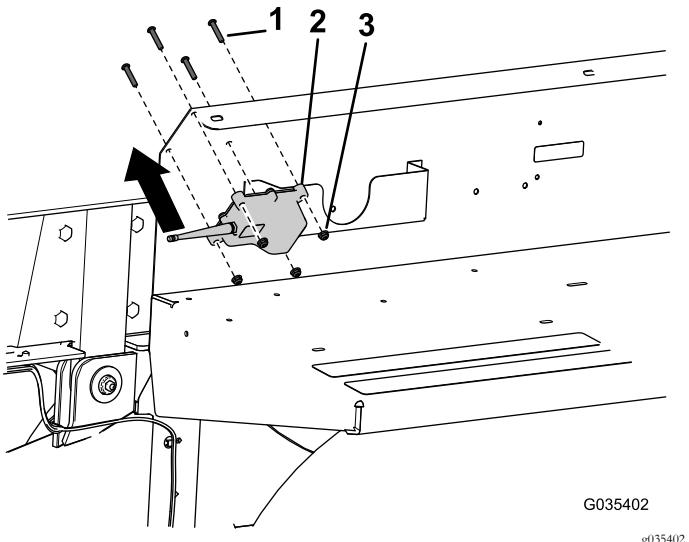

Figura 5
- Montate il controller RF2CAN sulla protezione del paraurti con 4 viti a testa cilindrica ($\frac{1}{4}$ " x $1\frac{1}{4}$ ") e 4 dadi ($\frac{1}{4}$ ") come illustrato nella Figura 5.
Nota: Assicuratevi di montare le viti nella direzione corretta; fate riferimento a Figura 5.